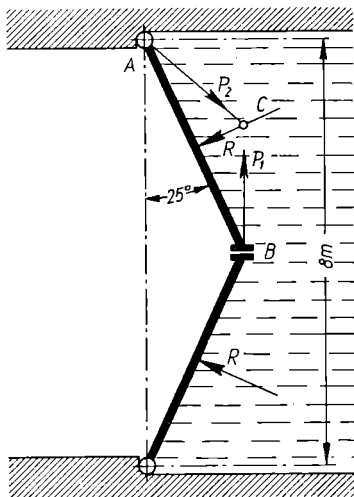

Bild 221
37. Das Tor einer 8 m breiten Schleusenammer nach Bild 221 staut das Wasser einseitig 2,4 m hoch an. a) Welche Kraft R übt der Wasserdruck auf jeden der beiden Torflügel aus? b) Mit welcher Kraft P_1 drücken sich die beiden Torflügel in der Mitte dichtend gegeneinander, und welche Kraft P_2 haben die Drehsäulen aufzunehmen?
b) P_1 , winkelrecht zu den Anschlagflächen beider Torflügel gerichtet, schneidet die Richtung R in C . Durch diesen Punkt muß auch die Kraft P_2 der Drehsäule A hindurchgehen, damit Gleichgewicht zwischen den drei Kräften besteht. Aus einem Kräfteparallelogramm (Bild 221) findet man $P_1 = P_2 = 15000$ kp.